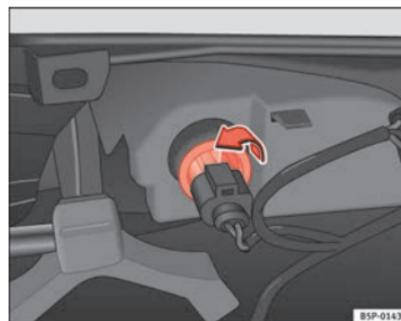

Fig. 194 Indicatore dal lato interno del paraurti
- Girare il portalampade verso sinistra, ed estrarlo seguendo il senso della freccia ⇒ fig. 194.